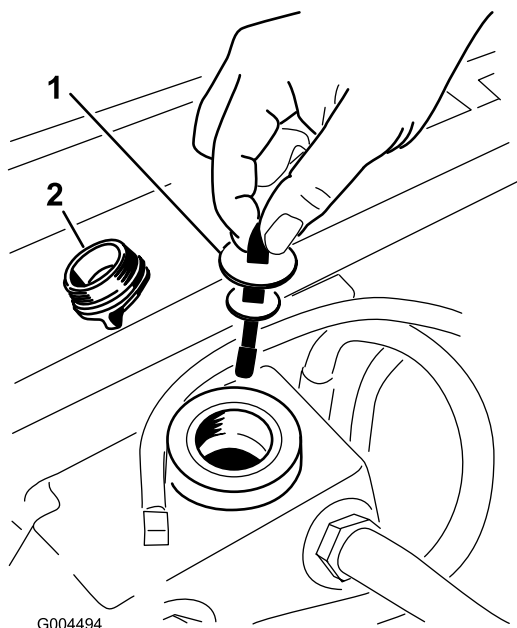

Figura 68
3. Togliete il tappo di riempimento del fluido idraulico dal collo del bocchettone (Figura 68).
4. Togliete l'asta di livello ed asciugatela con un panno pulito (Figura 68).
5. Inserite l'asta di livello nel collo del bocchettone, quindi estraetela e controllate il livello del fluido (Figura 68).